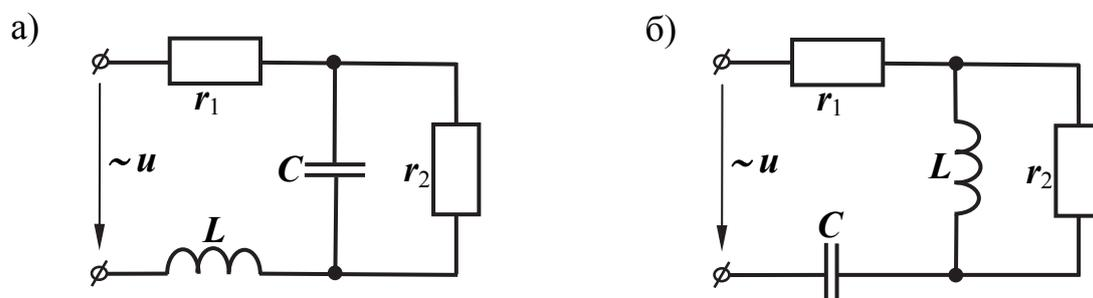

Рис. 18.4
4. Собрать одну из схем (рис. 18.4, а, б) по указанию преподавателя. Сопротивления резисторов, емкость и индуктивность те же, что в предыдущих опытах. На входе цепи установить величину напряжения  $U = 5 \dots 7 \text{ В}$  и частоту  $f = 0,4 \dots 1,5 \text{ кГц}$ .